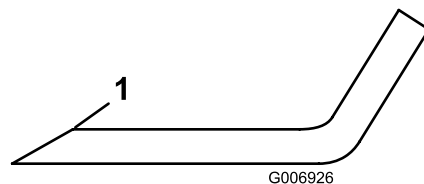

図 85
5. 全部のブレードの切っ先を丁寧に点検する。切っ先が鈍くなっていたり欠けていたりした場合には研磨する。研磨は刃先の上面だけに行い、刃の元々の角度を変えずに刃先を鋭利にする 図 85。
6. 刃先に磨耗や欠けがある場合には研磨するが、研磨は刃先の上面だけに行い、刃の元々の角度を変えないように十分注意する 図 85。